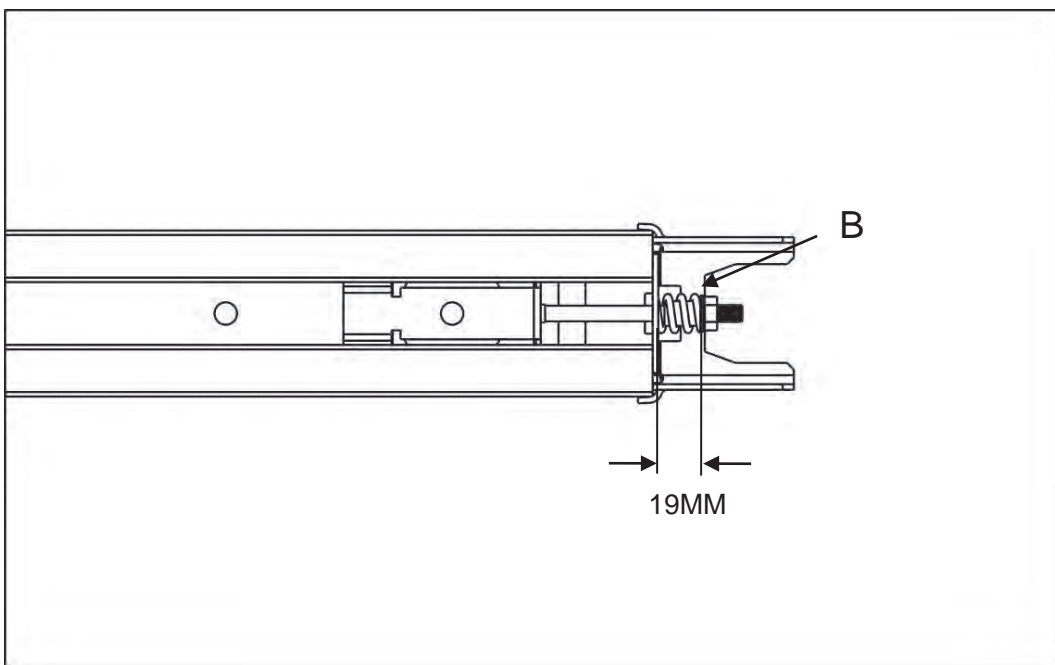

Fig. 11
6. Serrez l'écrou à la bonne position comme indiqué sur la figure 11, coupez le serre-câble en plastique sur le pignon, puis l'assemblage du rail est terminé.